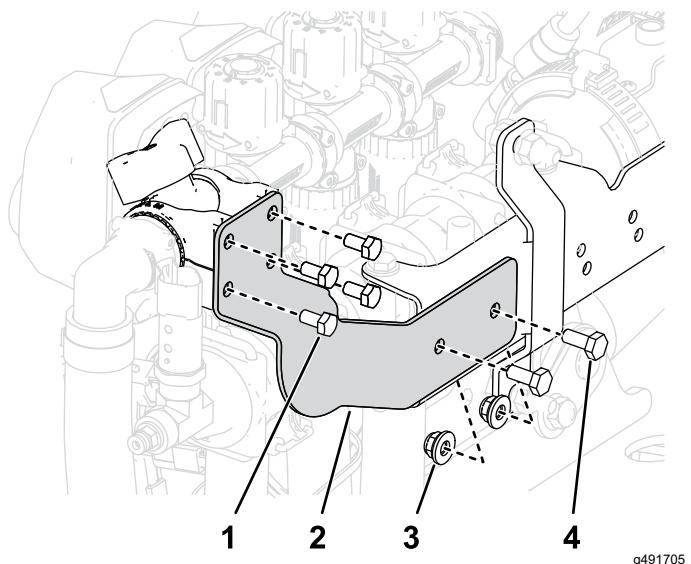

Figure 24
- Déposez la patte de fixation et la vanne de commande existantes (Figure 24).